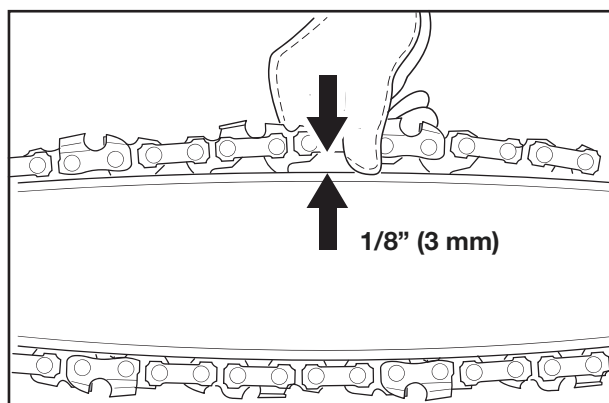
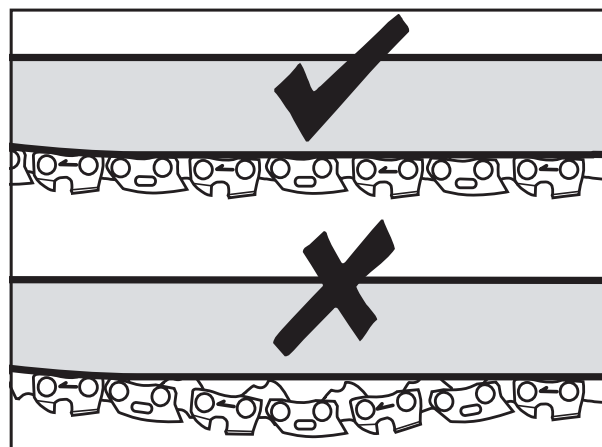

Fig. 1
Fig. 3
1. Verifique la tensión de la cadena tirando de la cadena de sierra, lejos de la barra de la cadena. Una cadena correctamente tensionada debe tener aproximadamente 1/8 de pulgada (3 mm) de distancia entre sí misma y la guía de la barra (Fig. 1).
3. Para ajustar la tensión de la cadena de la sierra, la tensión es correcta cuando los eslabones de accionamiento de la cadena no se salen de la guía de la cadena en la barra cuando se tira de la cadena hacia arriba desde la mitad de la barra (Fig. 1). Rotar el tornillo de tensión de la cadena hacia arriba aumenta la tensión mientras que rotarlo hacia abajo reduce la tensión con el destornillador de la cuchilla. Una cadena correctamente tensionada no debería descolgarse (Fig. 3) y sólo se debería poder tirar de ella 1/8 de pulgada (3 mm) lejos de la barra de la cadena de la podadora.